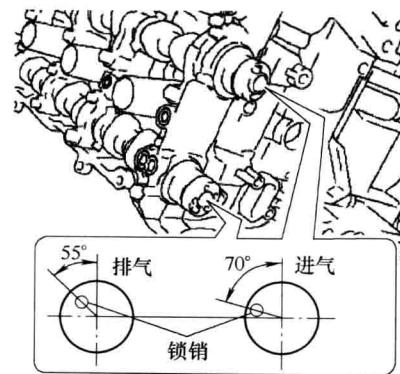

图 1-6 右侧凸轮轴锁销位置
41) 拆卸右侧凸轮轴轴承盖, 确保凸轮轴的锁销位于如图 1-6 所示的位置。